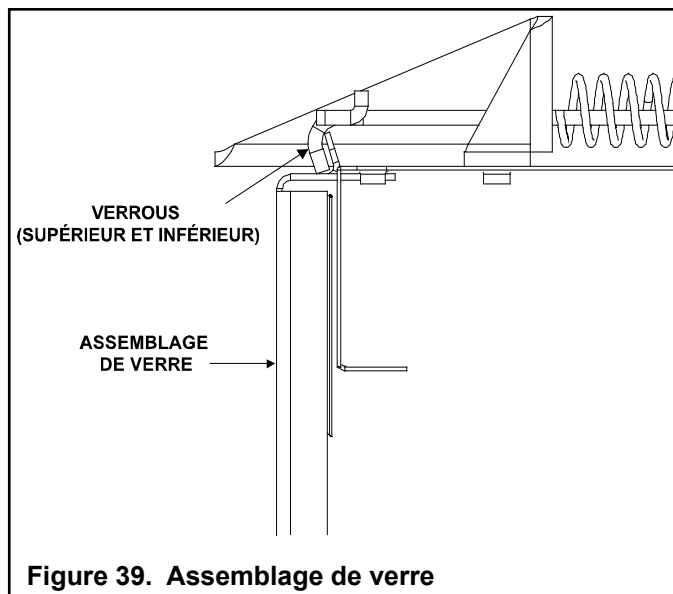

Figure 39. Assemblage de verre
- Remplacez les quatre verrous de verre sur le cadre de verre. Retirez la porte de verre de l'appareil (voir la figure 39).